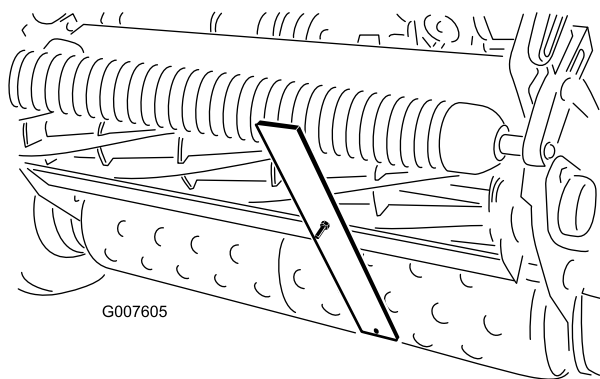

Figura 49
4. Agganciate la testa della vite sul tagliente della controlama, e appoggiate la parte posteriore della barra sul rullo posteriore (Figura 49).